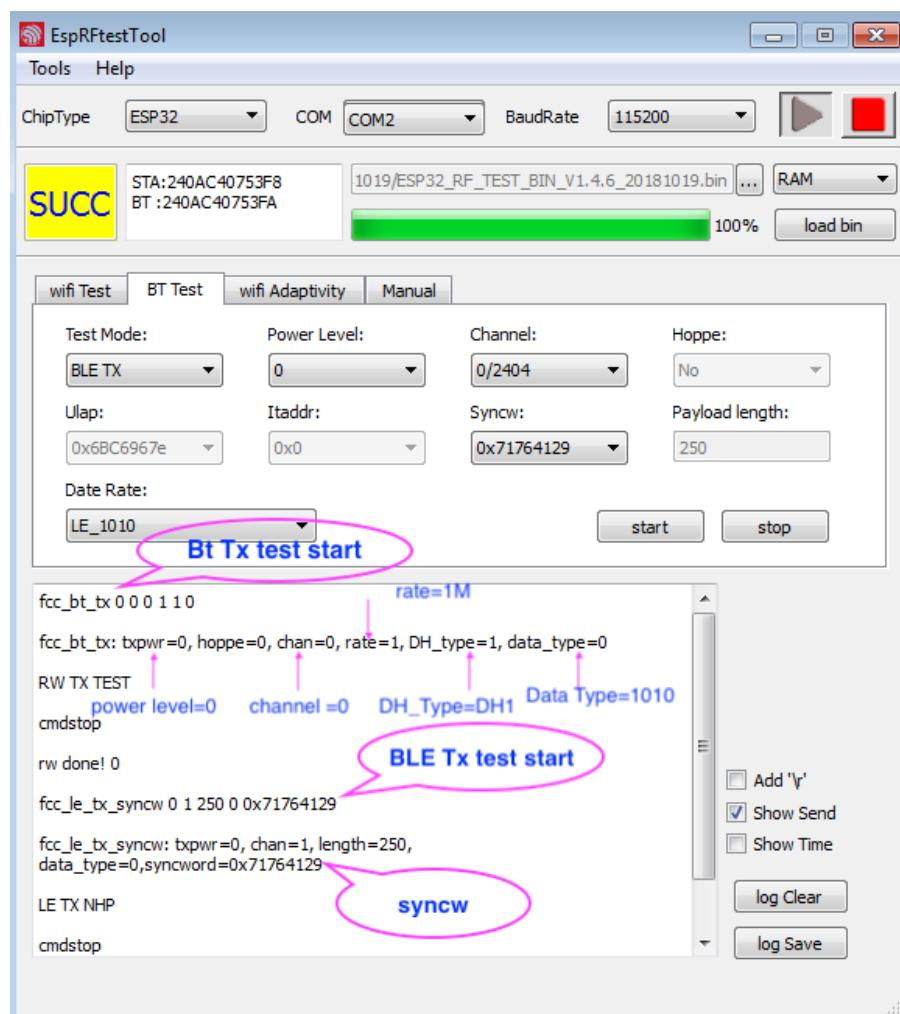

图 5-3. BT TX 测试日志界面
1. 如测试 BT BR 1M, DH1, 1010, channel 0 的 TX 性能，可按照图 5-3 进行设定，